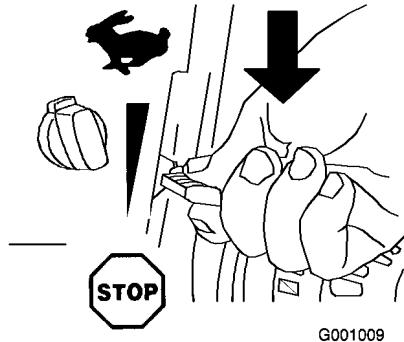

Figura 25
- Portate l'acceleratore in posizione Stop (Figura 25).